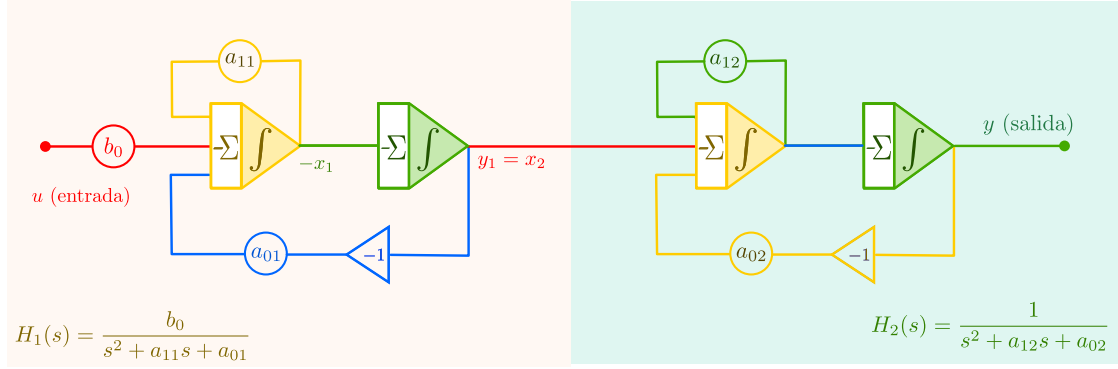

Figura 12: Diagrama de computación analógica del filtro de la ecuación (5).
La implementación de la función de transferencia $H(s) = H_1(s) \times H_2(s)$ de la ecuación (5) se puede realizar de acuerdo al diagrama de computación analógica mostrado en la figura 12.